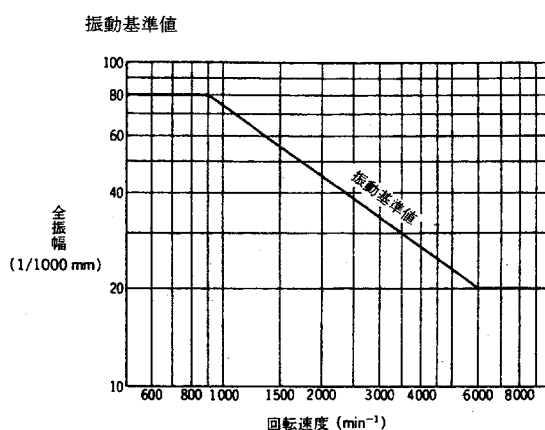

図 4
- (2) 設置については、上下方向送水の場合は下吸込で上吐出しであること、及び水平方向送水の場合はポンプケーシングの空気抜きプラグが上側になっていることを、確認してください。
- (3) ポンプが正常で、据付と配管工事が正しく施工されている場合の振動の基準値を、図4に示します。